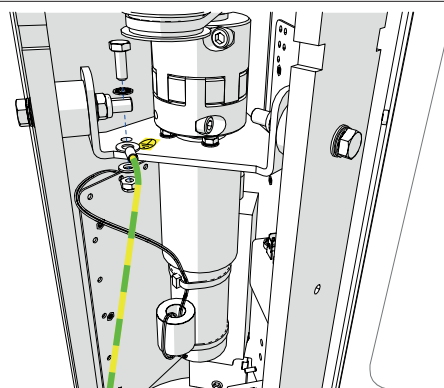

Fig. 27 - Motorbyte (Potentialutjämning)
5. Koppla bort potentialutjämningskabeln från motorkonsolen (bild 27);